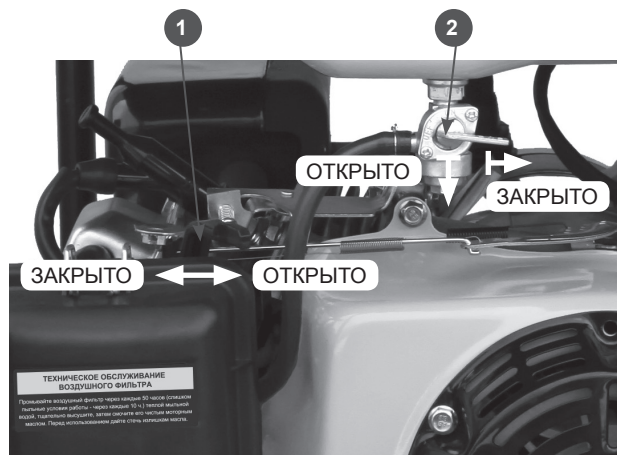

Рис.7
4. Закройте воздушную заслонку карбюратора(1) Рис.7. Рычаг воздушной заслонки передвиньте влево до упора.
5. Откройте топливный кран(2) Рис 7. Рычаг крана поверните по часовой стрелке вниз до упора.